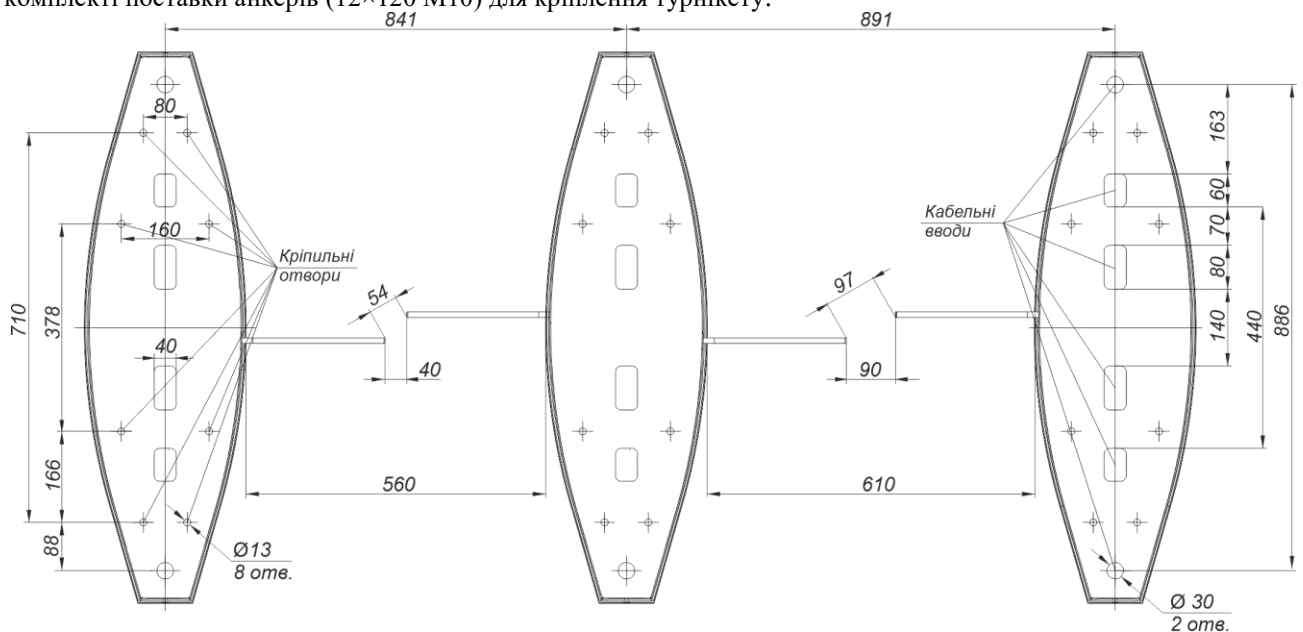

Рис. 16– Розміри турнікету типу «SpeedBlade-BM» для ширини проходу 550 мм або 600 мм
4. – з'єднати отвори кріплення в нижній пластині турнікета з підготовленими отворами в поверхні згідно з розміткою рис.16;